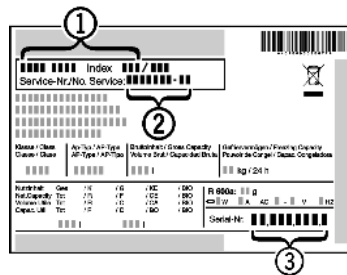

Fig. 20
- ▶ Назва пристрою Fig. 20 (1), сервісний номер Fig. 20 (2) та серійний номер Fig. 20 (3) вказані на заводській табличці. Заводська табличка знаходиться всередині пристрою, зліва.